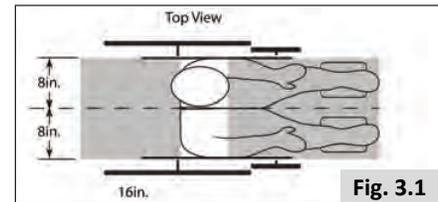

Fig. 3.1
3. Les zones de dégagement recommandées pour les personnes assises dans un fauteuil roulant et retenues par une ceinture de bassin et une ou des ceintures épaulières, ou seulement par une ceinture de bassin, sont décrites et indiquées dans les diagrammes ci-dessous (Fig. 3.1 et 3.2). La zone de dégagement avant (FCZ, Frontal Clear Zone) doit être plus importante lorsqu'aucune ceinture épaulière n'est utilisée. La zone de dégagement arrière de 40,5 cm (16 po) est mesurée à partir du point le plus à l'arrière de la tête de la personne assise dans le fauteuil. La zone de dégagement avant est mesurée à partir du point le plus à l'avant de la tête de la personne assise dans le fauteuil. Elle doit mesurer 66 cm (26 po) lorsque la ceinture de bassin et la ou les ceintures épaulières sont utilisées, et 94 cm (37 po) lorsque seulement la ceinture de bassin est utilisée. La zone de dégagement avant peut ne pas être possible pour les conducteurs assis dans un fauteuil roulant.